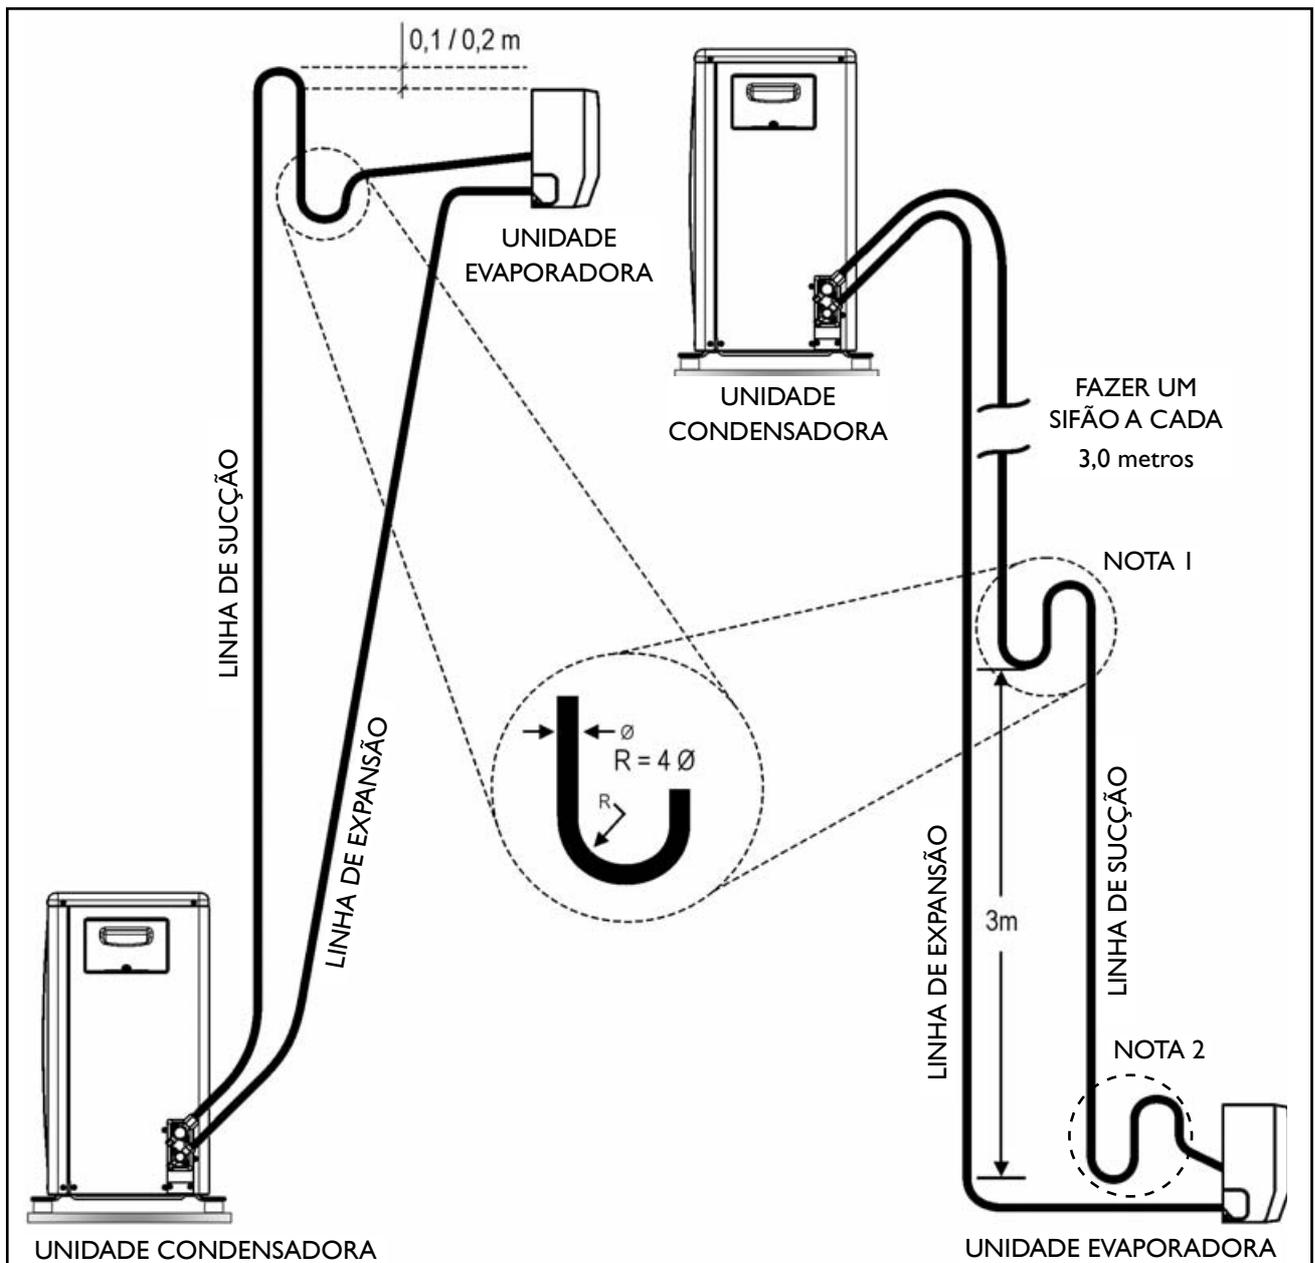

Figura 15 - Sifão na linha de sucção
- No caso de haver desnível entre 4 e 5 metros entre as unidades e estando a evaporadora em nível inferior, deve ser instalado na tubulação de sucção um sifão (ver figura 15).